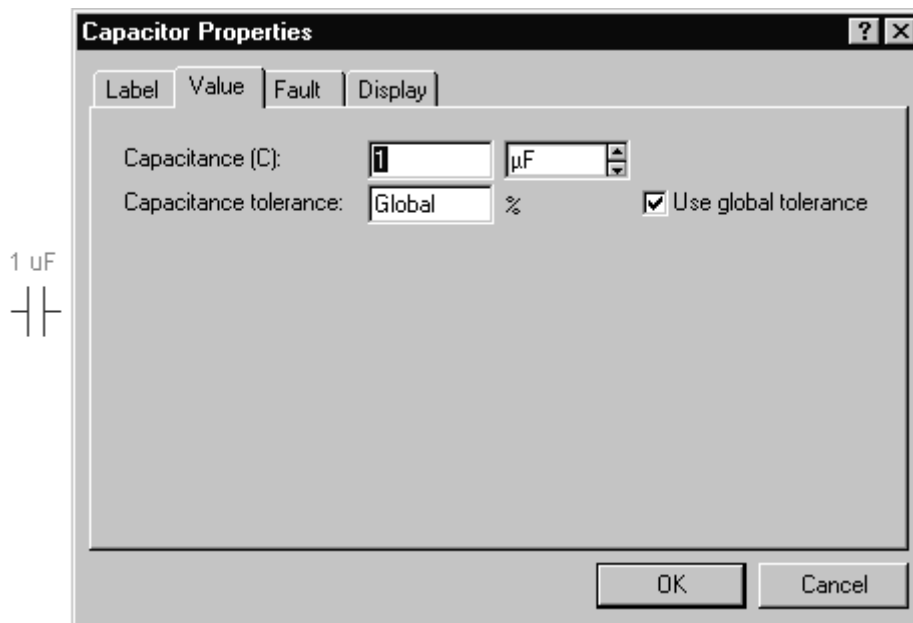

Рисунок 2
1.6 Установить необходимые номиналы и свойства каждому элементу, дважды щелкнув мышью по нему. В результате появится окно свойств элемента (рисунок 2), в разделе **Value** которого необходимо установить требуемое значение параметра элемента, а в разделе **Label** можно задавать позиционные обозначения элемента.